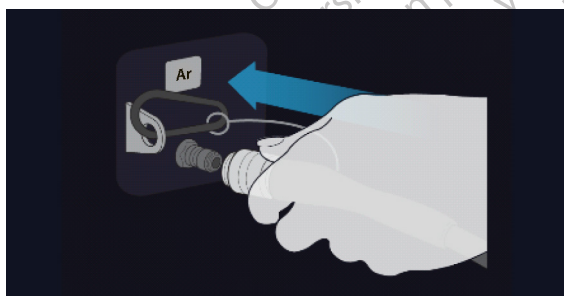

Figura 10. Collegare la linea di alimentazione gas Argon
4. Collegare la linea di alimentazione gas ad alta pressione argon all'ingresso di argon della console utilizzando il connettore a collegamento rapido ubicato sul retro della console (vedere la Figura 10).